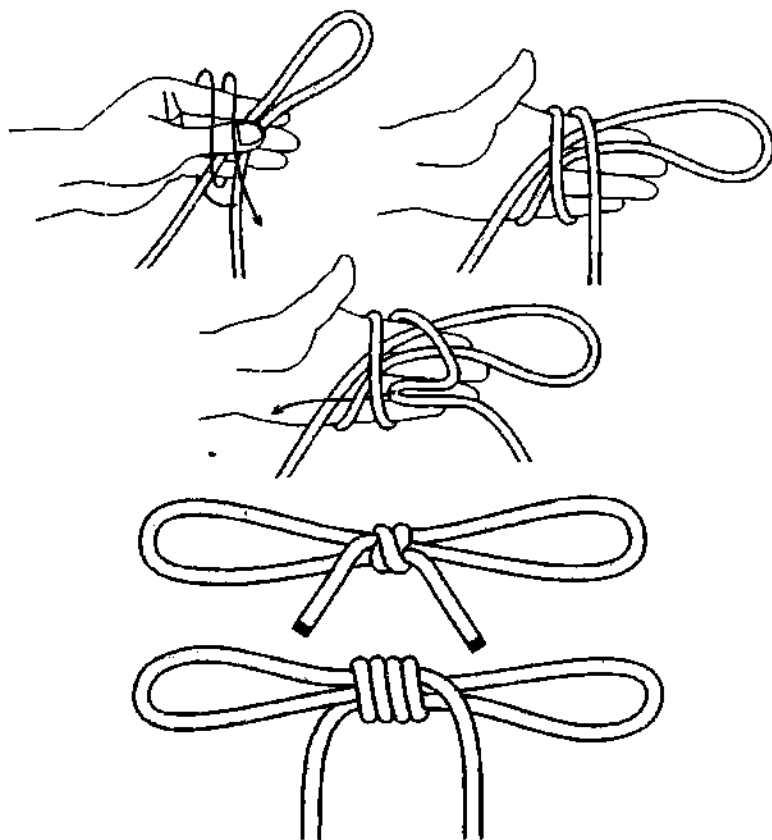

Рис. 437. Двойная удавка.
**Пьяный узел** можно значительно усилить, связав **кровавый узел** с двумя петлями – **двойной простой**, **тройной простой** и т. д. (рис. 437). Чем больше будет сделано шлагов во время вязки узла, тем сильнее **кровавый узел** будет обжимать концы и не давать петлям ослабнуть. **Двойная удавка** – это своего рода **висельный узел** с двумя петлями. Если **двойную удавку** использовать для связывания рук, то, несомненно, она является лучшим из узлов с двумя затягивающимися петлями.